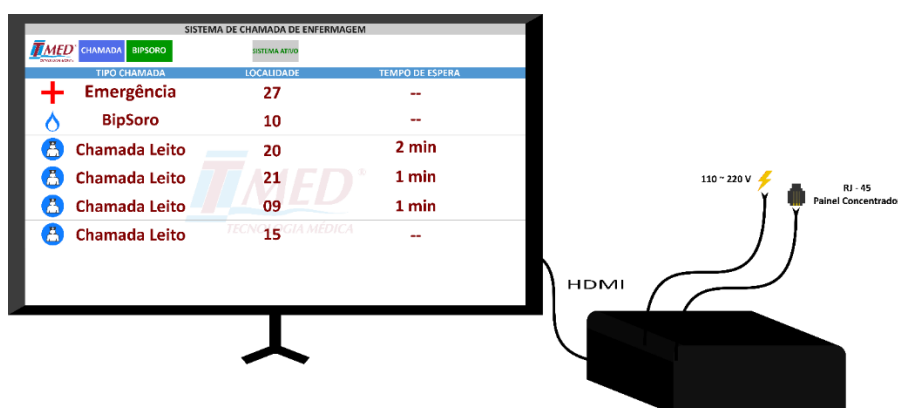

Figura 5 - Ilustração do Monitor Drive conectado a um monitor ou TV com interface HDMI
1.2.6 Monitor Drive (MD) - OPCIONAL
O Monitor Drive (MD) é um módulo opcional que substitui o Display Digital (DD). Exibe as chamadas em formato de lista numa TV ou monitor com interface HDMI, na ordem em que foram feitas. Neste caso, além das chamadas, seus tipos e suas localidades, é exibido também há quanto tempo a chamada foi feita. No Display Digital (DD), as chamadas são exibidas de forma alternada, impossibilitando a identificação da prioridade das chamadas de acordo com o tempo e ordem em que foram feitas, recurso que é implementado nessa solução. Uma ilustração do equipamento pode ser vista na Figura 5.